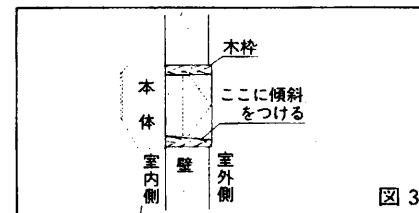

図3
(2) 木枠を壁に取付ける場合には次の点にご注意ください。
- 木枠の室外側下部を（図3）のように傾斜させておくと雨水の浸入を防ぎます。